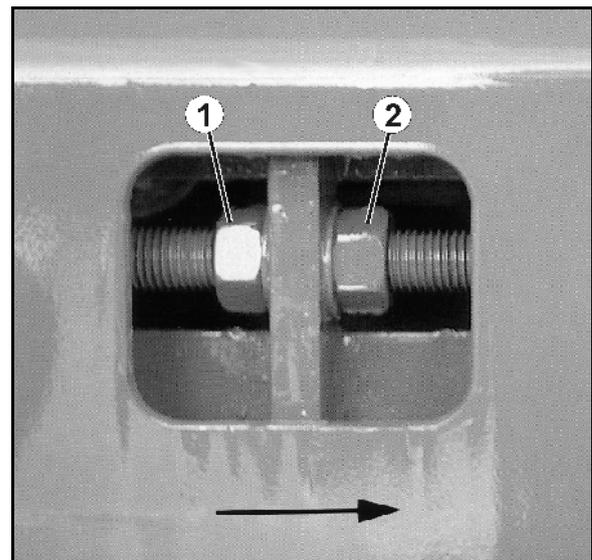

Fig. 78
1. Desserrer les contre-écrous arrières (Fig. 78/1) des deux côtés, dans le sens de la marche (voir flèche).
2. Tourner les écrous de façon homogène vers la gauche, des deux côtés, dans le sens de la marche (voir flèche)(Fig. 78/2).
La course de réglage des écrous (Fig. 78/2) doit être identique des deux côtés de la bande de fond. Ne pas tourner les deux écrous (Fig. 78/2) de plus d'1/2 tour de clé. Resserrer les contre-écrous et vérifier si la bande transporteuse est entraînée à nouveau de façon homogène.